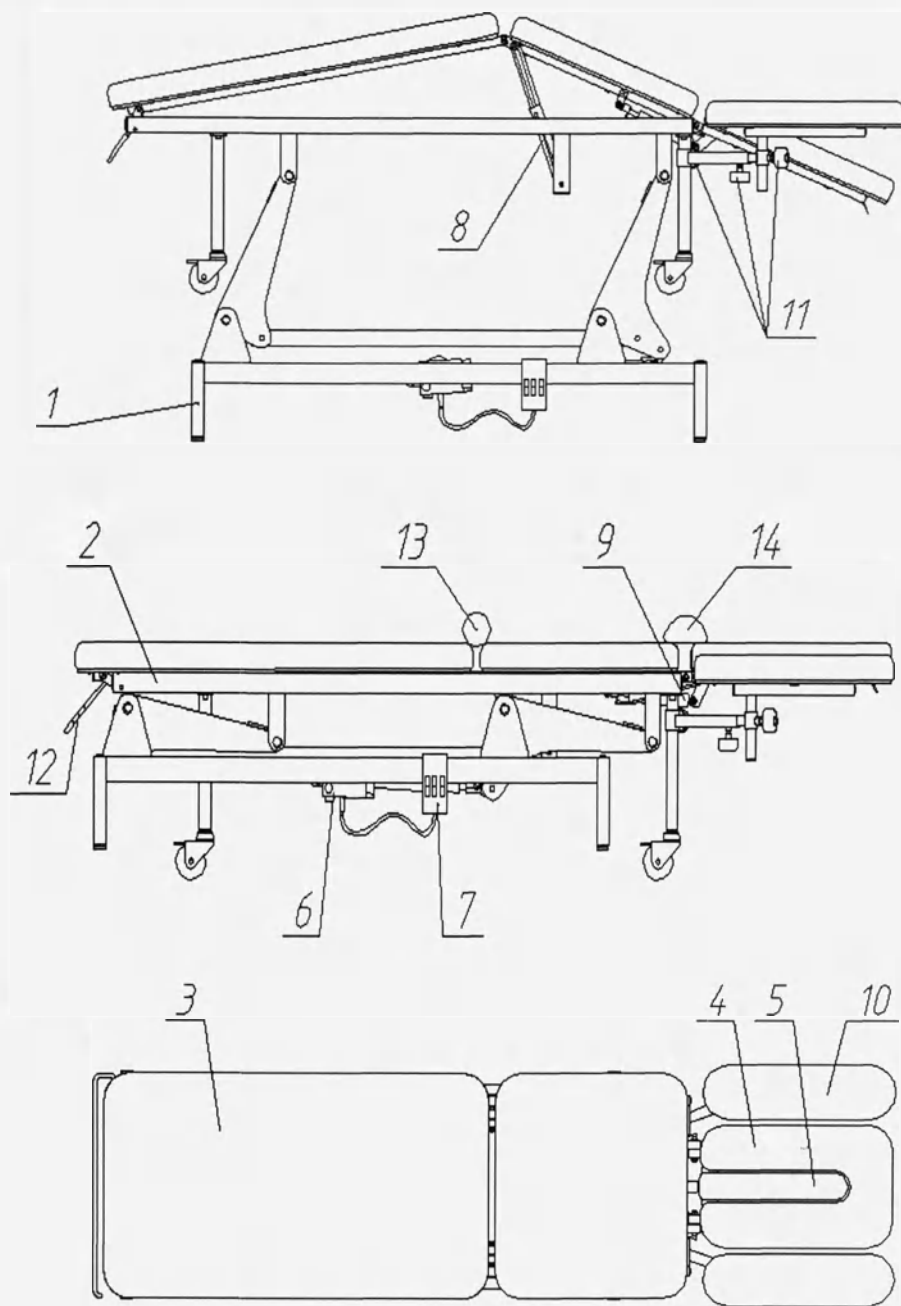

Рисунок 1
Стол (рис.1) состоит из основания на четырех колесах (1), рамы (2), на которой располагается двухсекционный ложемент(3), подголовник (4) с отверстием для носа, привод электрический (6) с дистанционным пультом управления (7). Излом ложемента осуществляется поднятием секции и фиксацией ее на гребенке (8). Угол подголовника регулируется газовой пружиной (9) На раме в направляющих крепятся два подлокотника (10). Положение подлокотников регулируется по высоте и углу и фиксируется фиксатором (11) В ножной части стола имеется держатель рулона одноразовых простыней (12). Ложемент, подголовник и подлокотники имеют мягкую подложку и покрыты кожей медицинской искусственной. Для придания частям тела определенного положения имеется два валика круглый (13) и полукруглый (14)